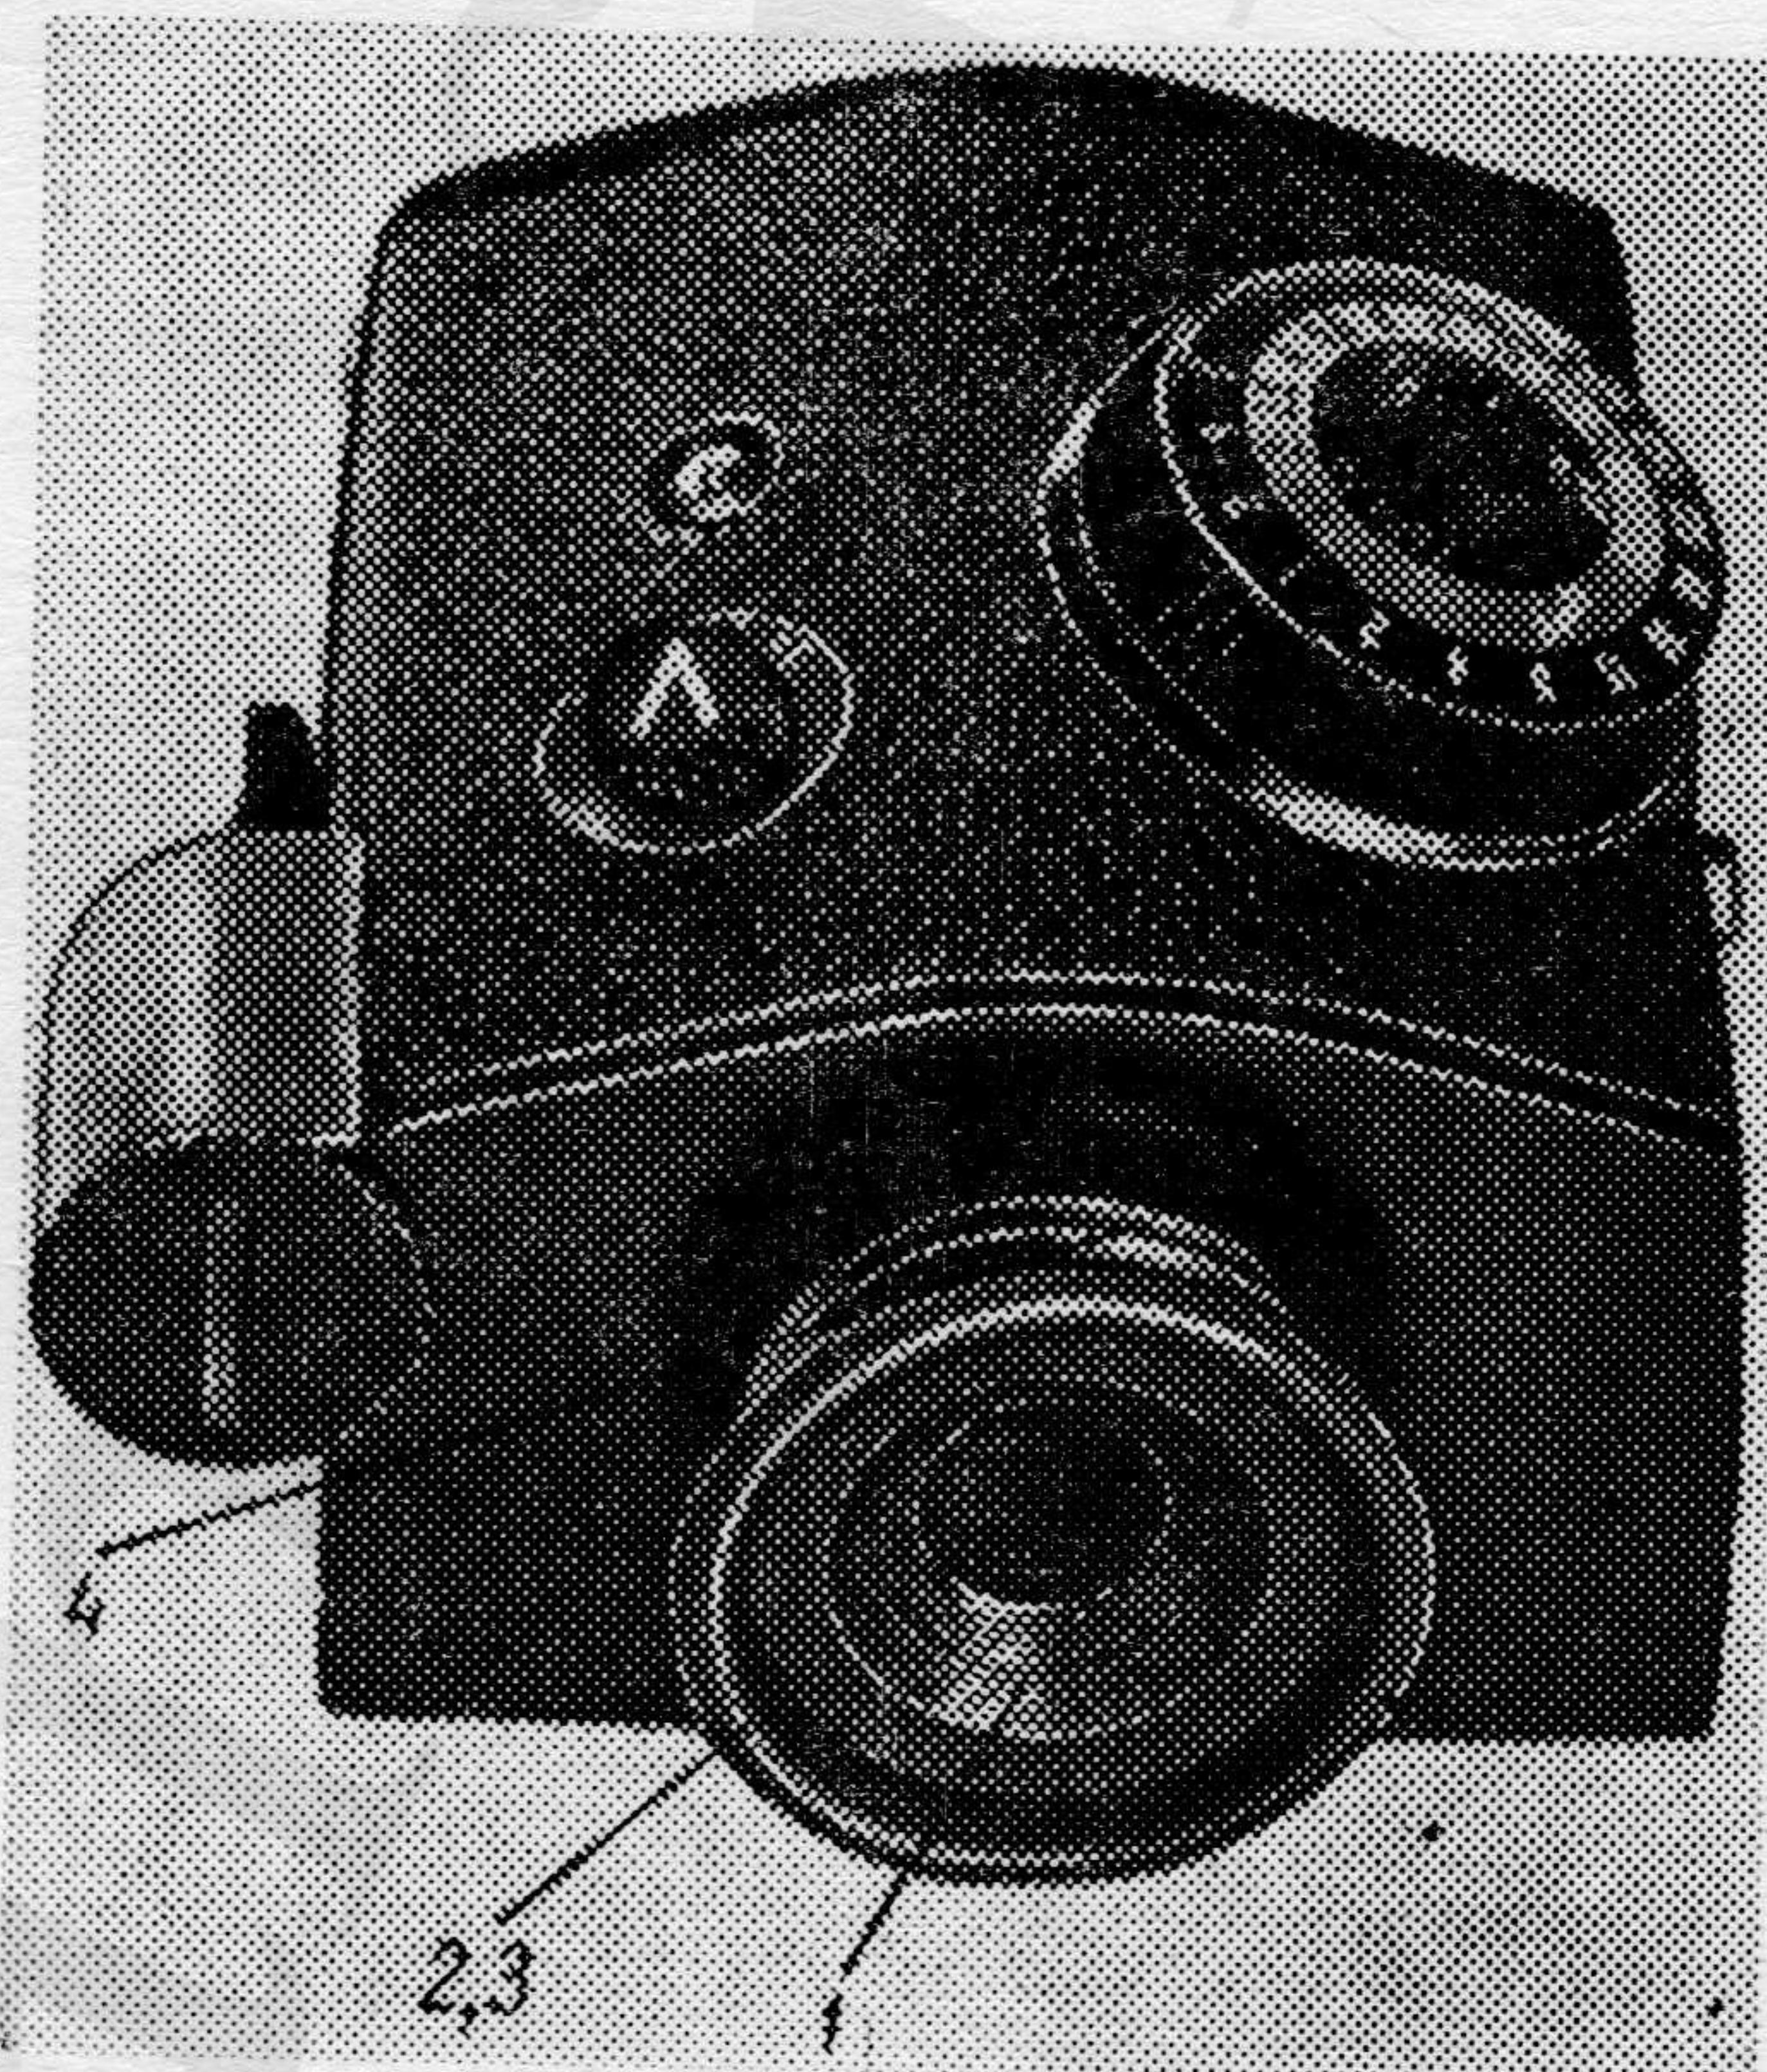
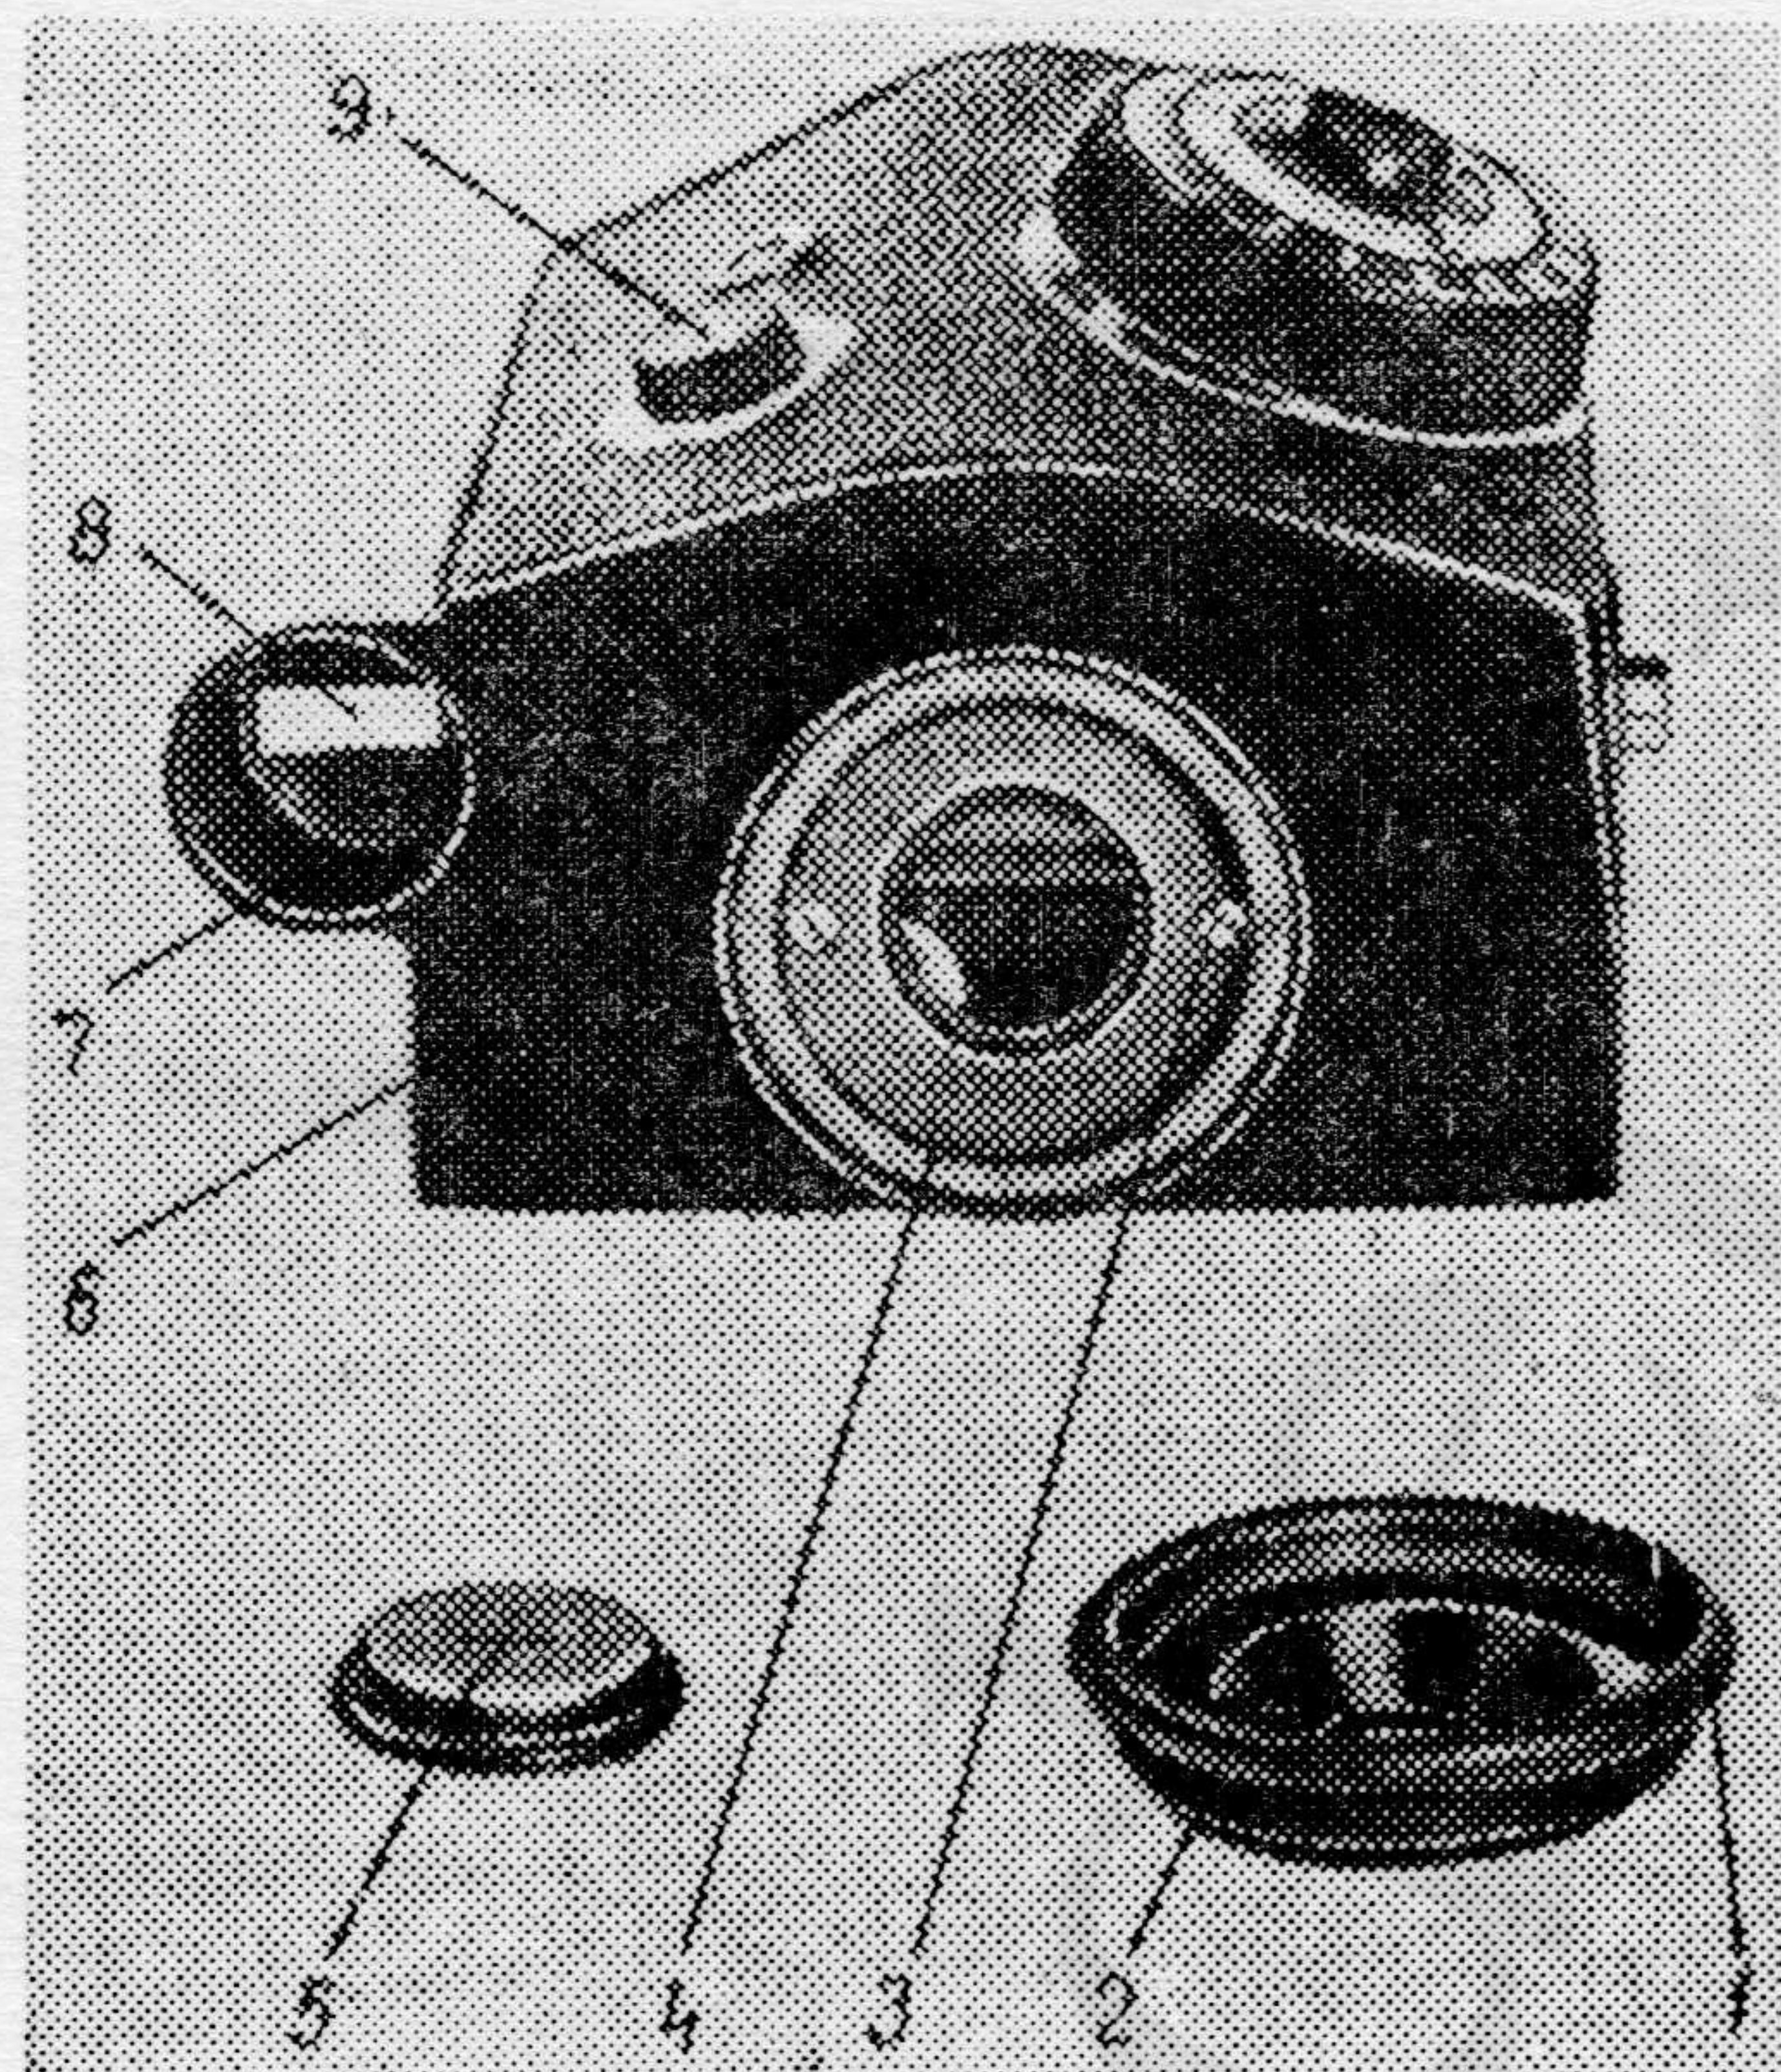
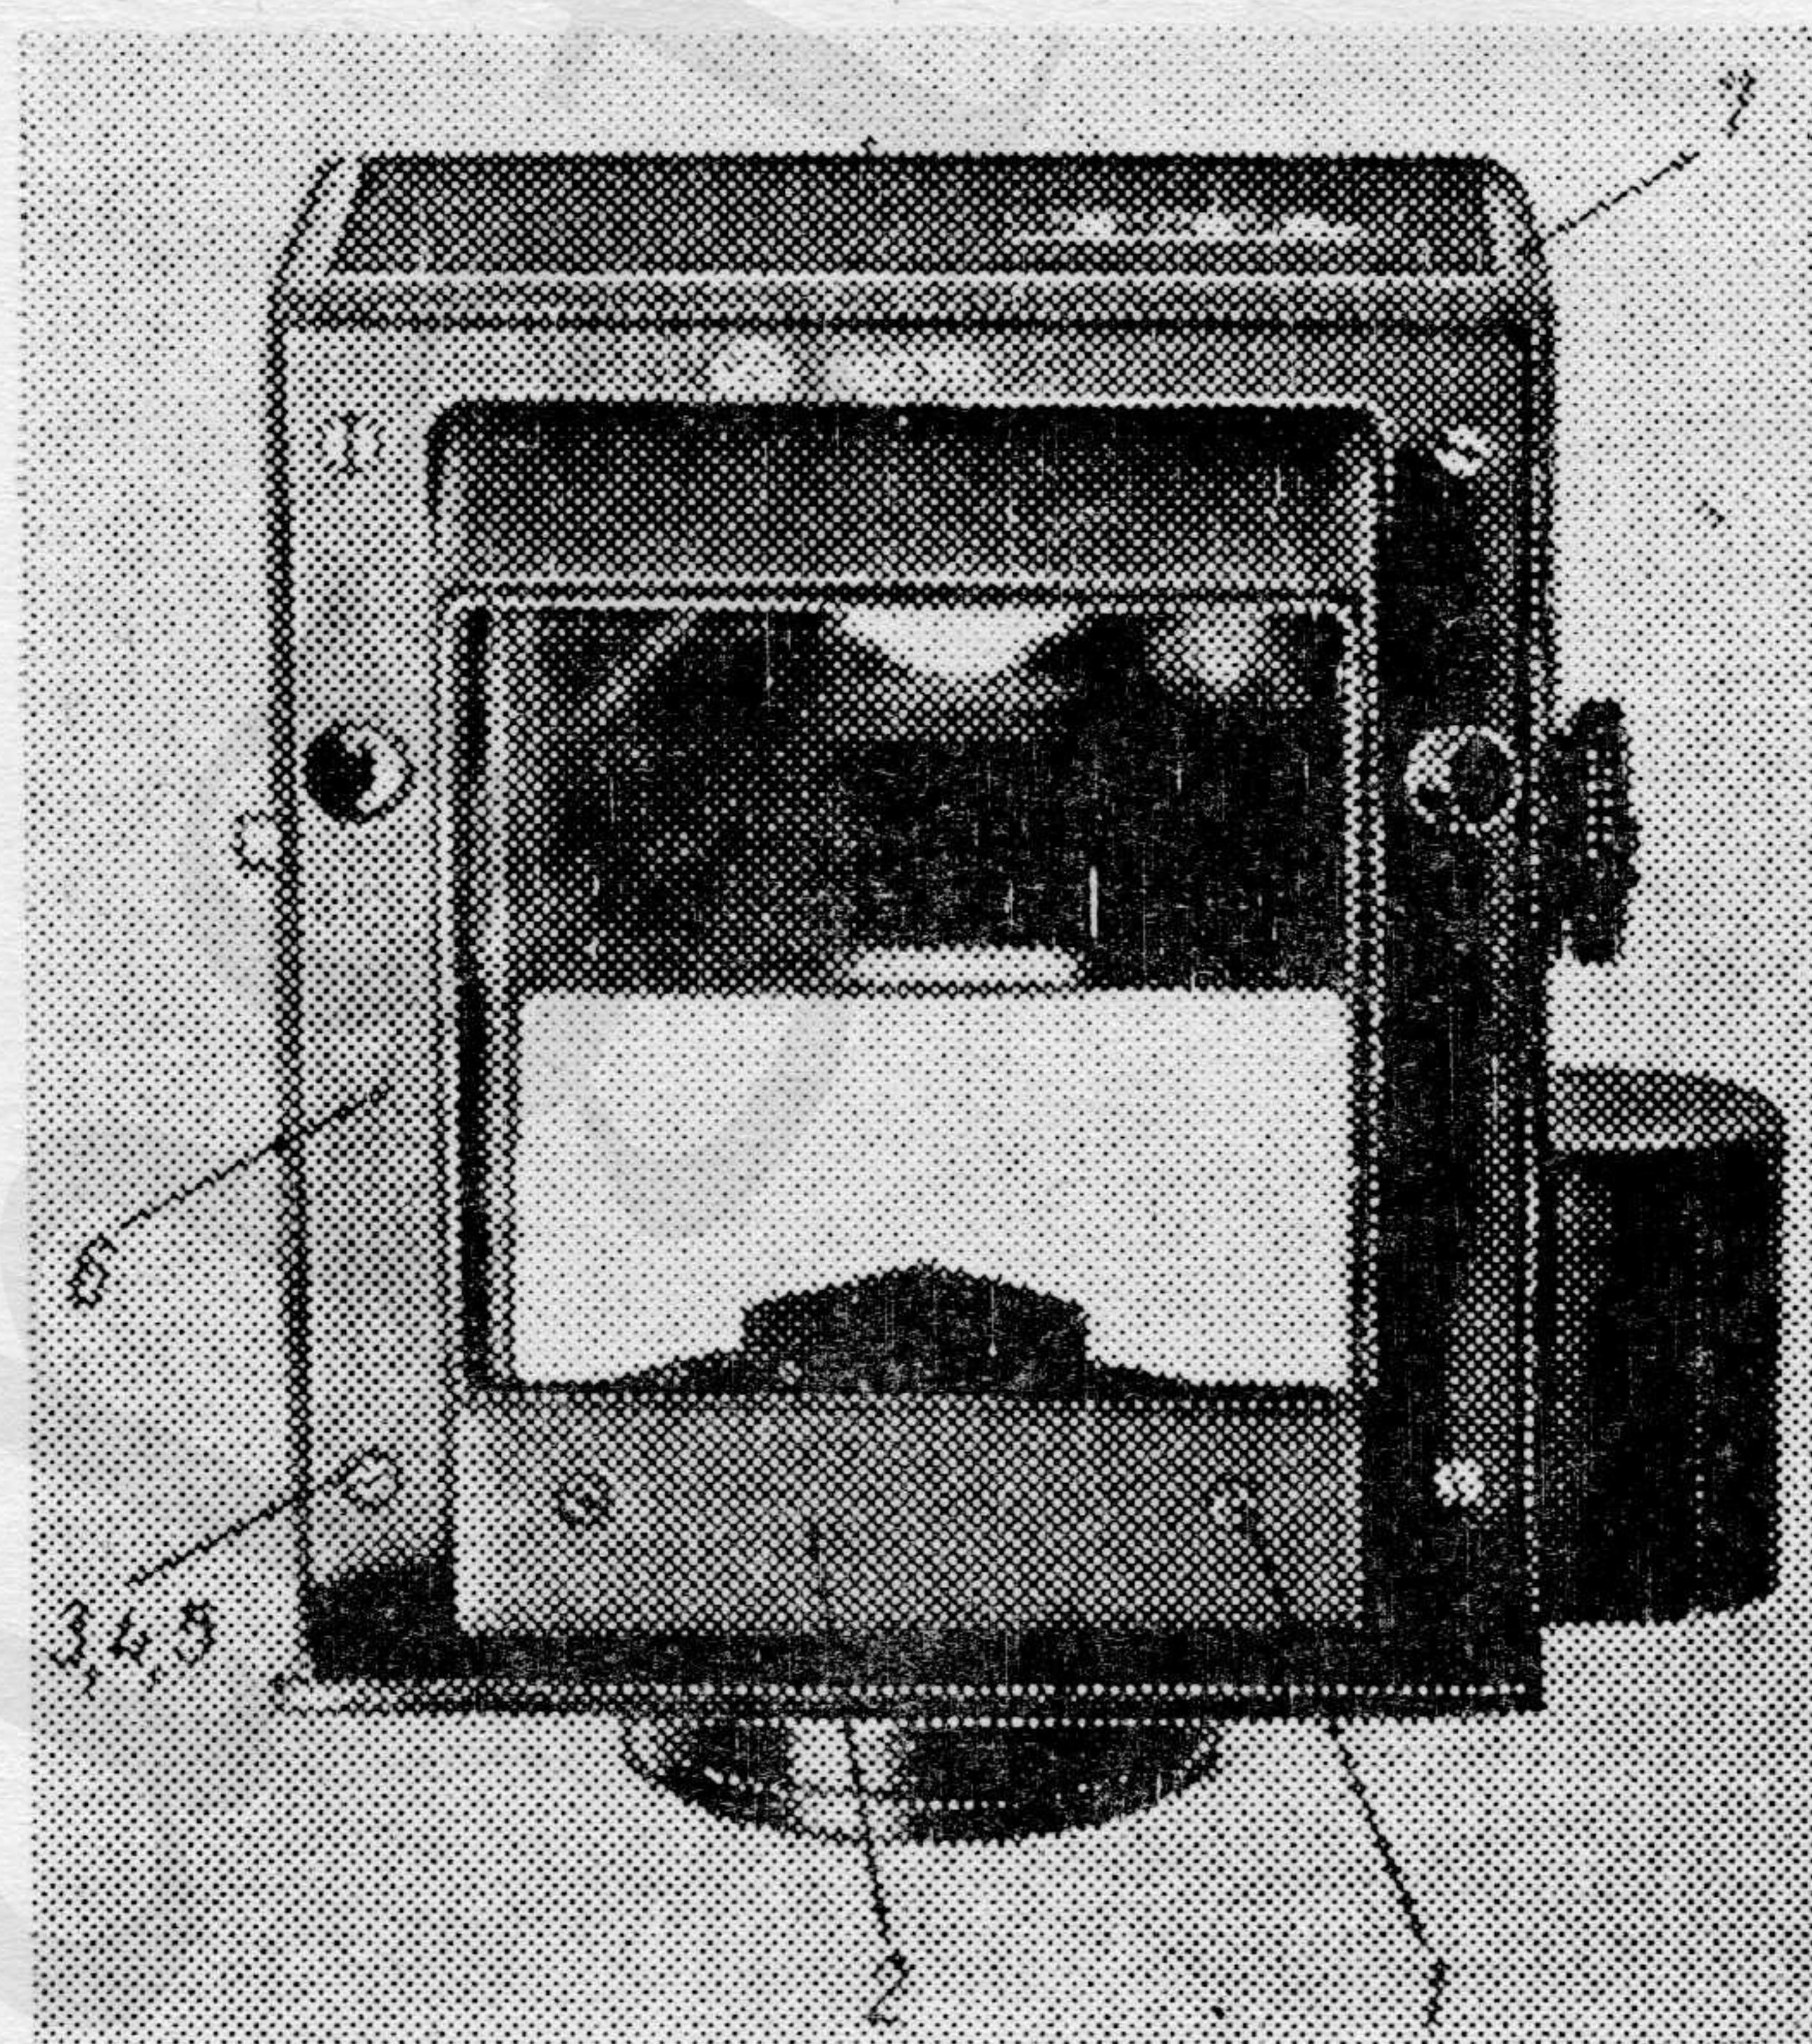
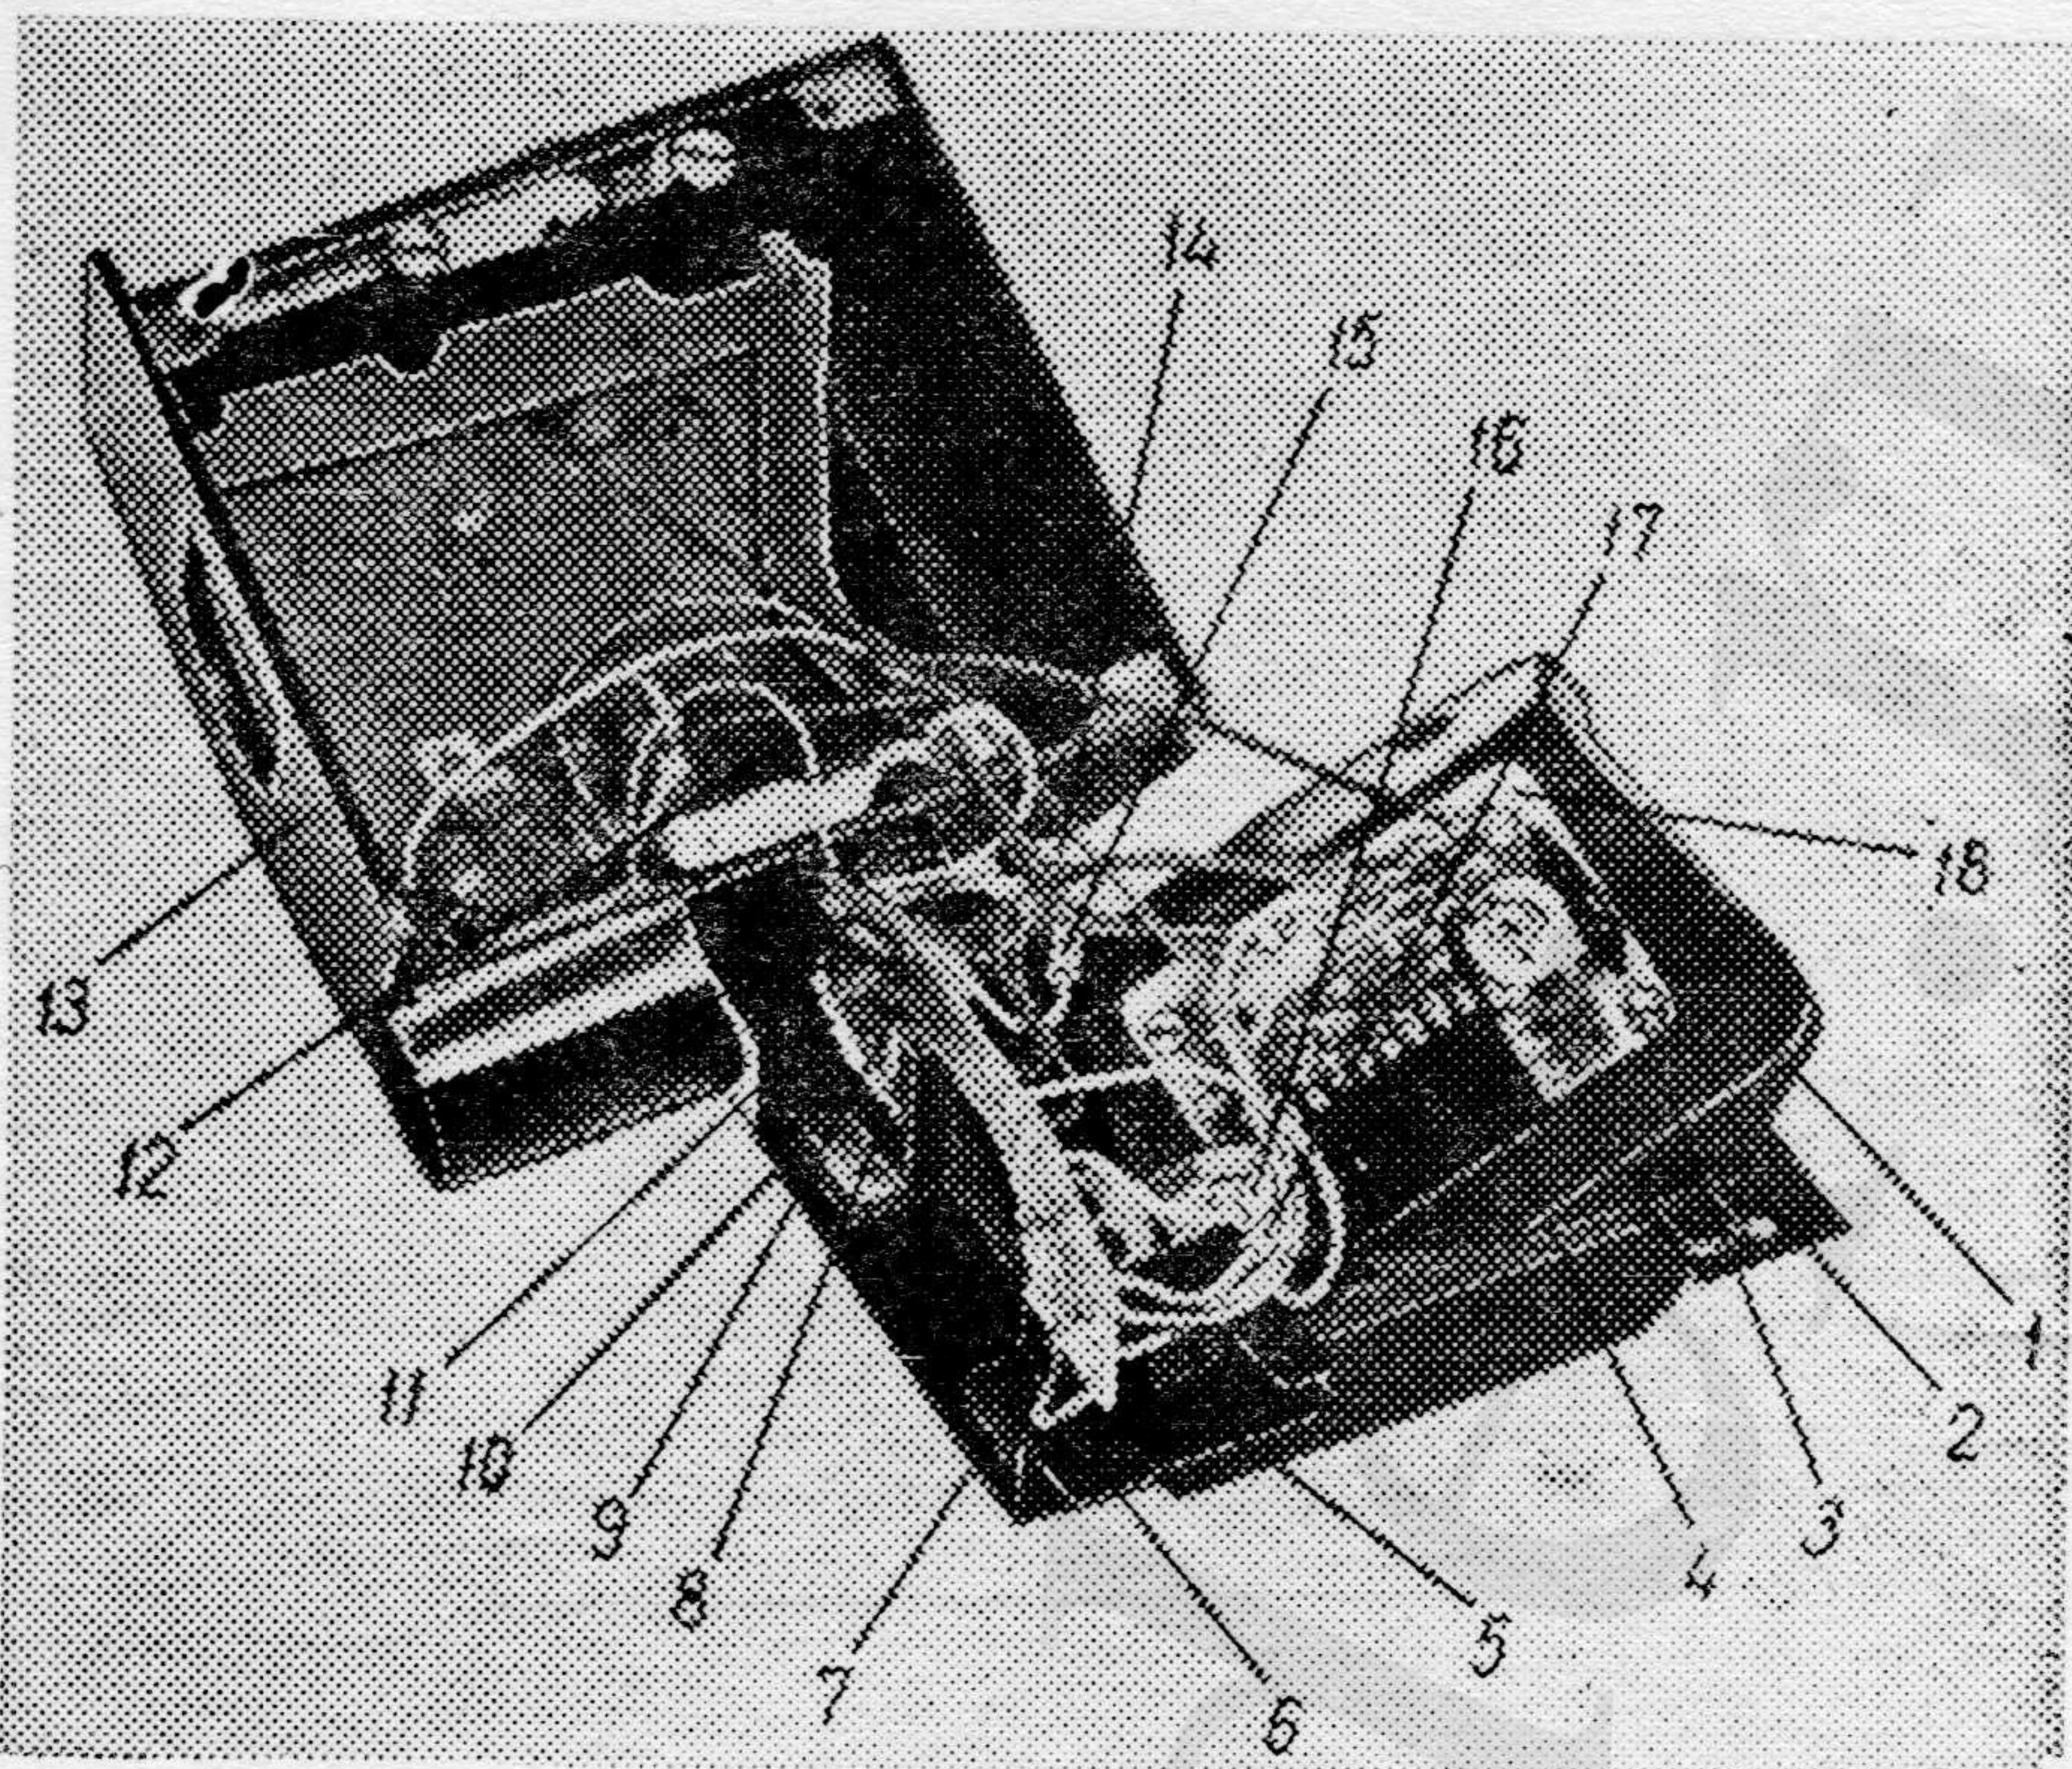

Рис. 2. Общий вид визира призменного TTL
Рис. 3. Визир (вид первый):
Рис. 4. Визир (вид второй):
Рис. 5. Видоискатель с корпусом (вид первый):
Снятые фотодиоды 5 (рис. 6) заменить годными. Пара фотодиодов должна быть подобрана по номинальным значениям γ с допуском $\pm 0,03$, но не более 0,8 и R_0 не более 6 кОм, при $E=10$ лк (паспортные данные). Установить поочередно два фотодиода 5 в отверстия кронштейна блока светодиодов 7 и закрепить винтами 6. Надеть на выводные концы фотодиодов 5 трубки 6, 7, 8, 11 (рис. 5). Подогнать выводные концы по соответствующим гнездам плато 9, откусить излишки проводников и механически закрепить. Подпаять выводные концы фотодиодов припоем ПР2 ПОССУ-61-05 с флюсом ФКТ. Промыть спиртом места паяк и покрыть лаком УР-231 или ЛБС-1.
Установить кронштейн 10 (рис. 5) блока светодиодов на основание 5 видоискателя 2 и закрепить двумя винтами 1 (рис. 4). Затем установить плато 18 (рис. 5) на крышку 1 и закрепить тремя винтами 3.
Надеть корпус 13 (рис. 5) на видоискатель 2, уложив провода так, чтобы исключить их попадание в места перемещения деталей и стыковки узлов. Вложить рамку 6 (рис. 4) в корпус 7 на основание 2 видоискателя, подложив под рамку снятые шайбы 4, 5, необходимые для выдерживания стыковочного размера 2,85 мм с камерой. Прикрепить видоискатель к корпусу четырьмя винтами 3, завинтив их через рамку 6, шайбы 4, 5 в корпус 7. Проверить стыковочный размер 2,85 мм по калибру 8159-4054. При необходимости отрегулировать шайбами 4, 5. Установить окуляр 4 (рис. 3) в корпус 6 и закрепить двумя винтами 3. Завинтить бленду 1 (рис. 2) в окуляр 4 ключом 7812-5501, предварительно надев наглазники 2, 3.
8.1. Установить источник питания, секцию ЗРЦ-53, в корпус 7 (рис. 3) визира так, чтобы знак «+» находился со стороны пробки 5, и закрепить пробкой, завинтив ее ключом 7812-4788. Секция должна свободно устанавливаться в корпус и надежно контактироваться при полном завинчивании пробки.